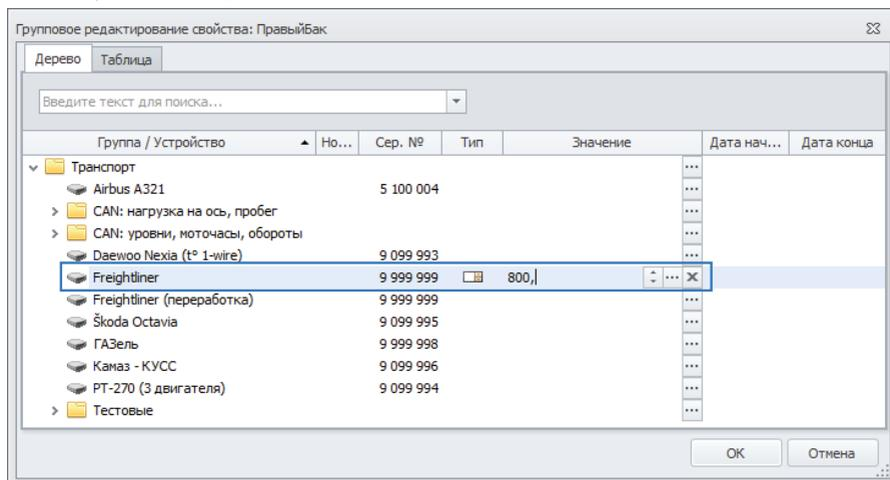

Рис.18. Групповое редактирование свойства.
- откроется меню «Групповое редактирование свойства» (Рис.18), в котором необходимо выбрать ТС и задать значение редактируемого свойства для этого ТС, а также настроить таблицу значений при необходимости.